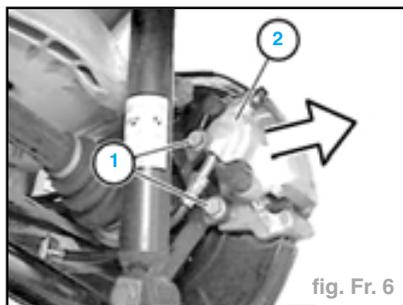

fig. Fr. 6
- Déposer les vis de fixation d'étrier (1) et débrancher le flexible de frein (2) (fig. Fr. 6).